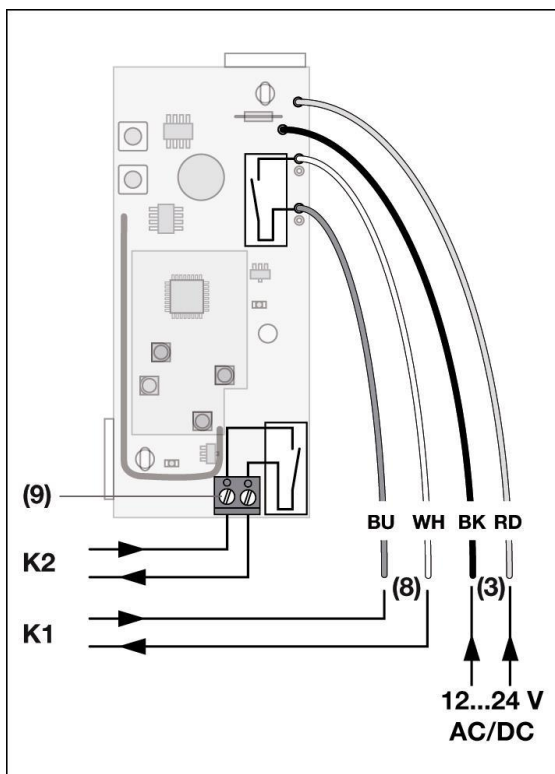

Fig. 2
3.1 Anschluss des Empfängers (Fig. 2)